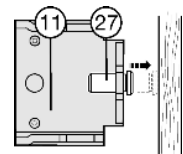

Fig. 14
- ▶ Die Stellschraube Fig. 14 (27) im Lagerbock Mitte Fig. 14 (11) auf Anschlag mit der Möbelseitenwand bringen.